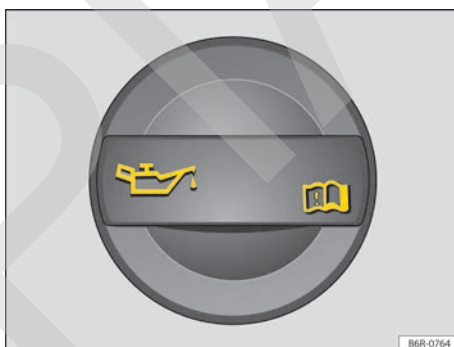

Fig. 127 En el compartimento del motor: tapa de la abertura de carga del aceite del motor.
4. Identificar la abertura de llenado del aceite del motor y la varilla de medición del aceite. La abertura para suministro del aceite del motor está identificada por el símbolo 🛢 en la tapa ⇒ fig. 127 y por la varilla de medición del aceite con el asa colorida. Si no está claro dónde se encuentran la tapa y la varilla de medición de aceite, ponerse en contacto con un Concesionario Volkswagen o una empresa especializada.
9. Desenroscar la tapa de la boquilla de llenado de aceite del motor ⇒ fig. 127.